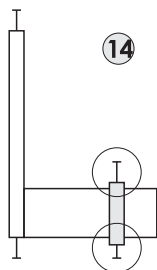

рис. 14
14. Отрегулируйте по высоте нижние опорные подпятники на направляющих ящика (рис.14).
Выкрутите верхние опорные подпятники на направляющих ящика до упора в дно ванны (рис.14).